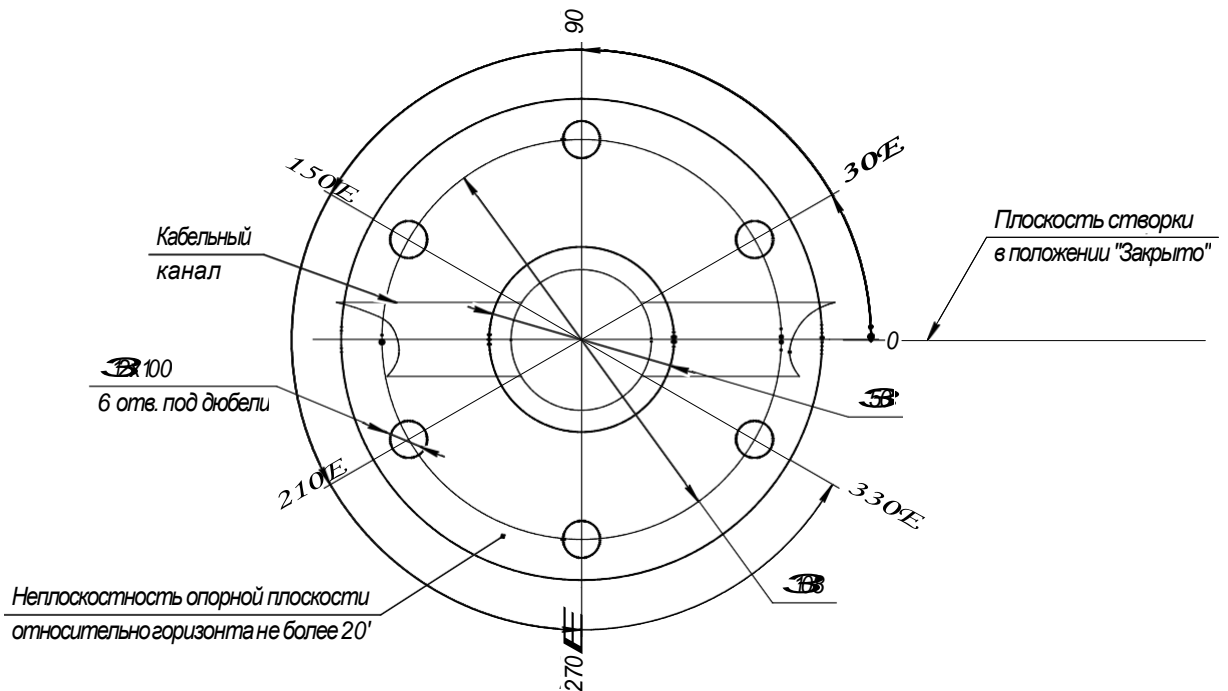

Рис. 3.
2) Подготовить в полу шесть отверстий под крепежные элементы, а также канал для прокладки кабелей. Разметку отверстий следует выполнять «по месту»: установить опору электропривода в предполагаемом месте монтажа, развернуть так, чтобы отметка «0» на опоре совпала с предполагаемым исходным положением створки (положение «Закрыто») и разметить по отверстиям в нижнем фланце опоры. При отсутствии отметки «0» на опоре разметку выполнить в соответствии с рис. 3;